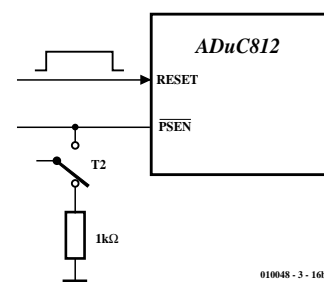

Figure 6b. Mode de fonctionnement normal.
Étape 3 : une fois le processus de téléchargement terminé, on pourra faire disparaître le Serial Downloader « vers le bas » de la liste de programmes. Une action sur la touche Reset T1 du Cube démarre l'exécution du programme stocké dans le ADuC812 (figure 6b). Rappelez-vous, comme vous n'avez pas appuyé sur la touche T2, la ligne PSEN ne se trouve pas au niveau bas de sorte que le ADuC812 ignore sa mémoire de programme interne secrète.